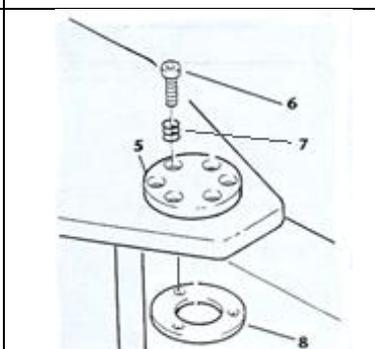

fig. 49
5. Inserire nei restanti fori della flangia dei perni **5**, le molle **7** e le viti **6** verificando con attenzione che il gambo delle viti alloggi nelle apposite sedi ricavate sui dischi di pressione **8** (fig. 49).